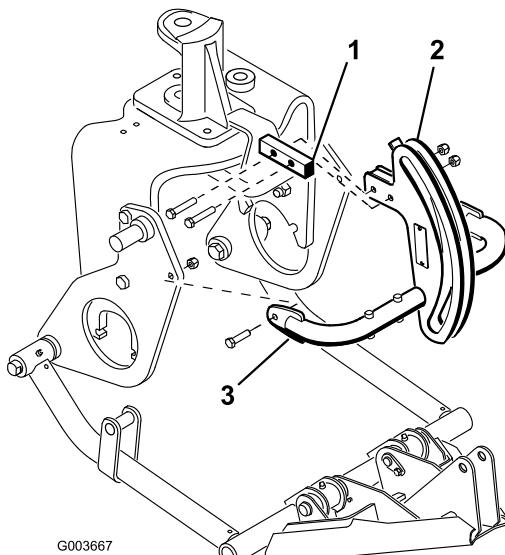

Bild 9
- Befestigen Sie das obere Ende des Anbauvorrichtungssrahmens mit zwei Schrauben (3/8 x 2 Zoll) und Muttern (Bild 9) an der Halterung des Anbauvorrichtungssrahmens.
- Befestigen Sie den Rohre des Anbauvorrichtungssrahmens mit Schrauben (3/8 x 1-1/2 Zoll) und Muttern an den Befestigungsplatten (Bild 9). Ziehen Sie die Befestigungen an.